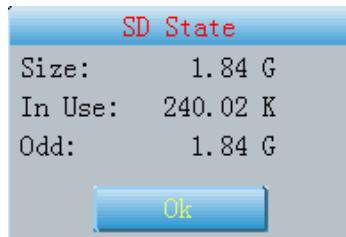

Fig. 7-4
2. Cliquer sur cette icône pour contrôler l'état de la carte SD, comme illustré dans la Fig.7-4.